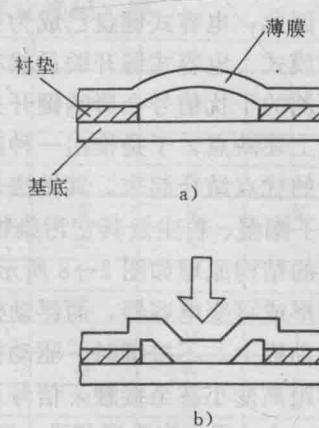

图 2-6 薄膜式键开关
(2) 薄膜式 薄膜式键开关由薄膜、衬垫和基底组成，如图 2-6 所示。薄膜的背面涂有导电的金属材料，基底的正面是带有金属材料电极的柔韧薄膜或印刷布线形成的电极。衬垫是一种绝缘材料，把薄膜和基底分离开来，其厚度约 0.05~0.10mm。